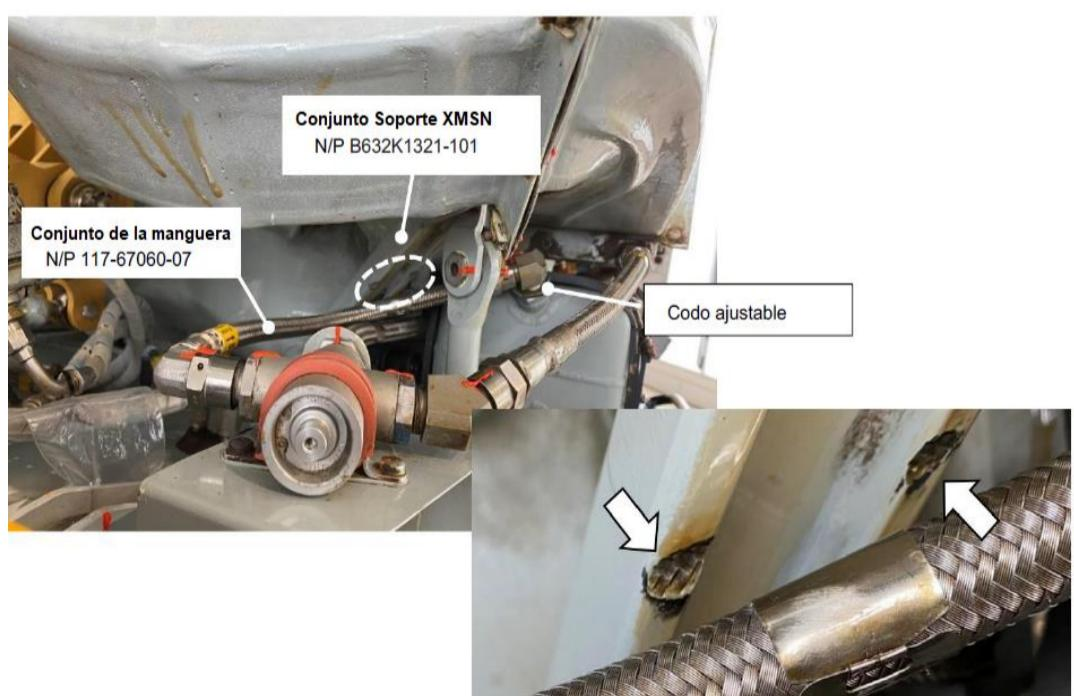

Figura 1: Daños en el conjunto de soporte del MGB
- En caso de duda sobre la interpretación y el análisis de estos fenómenos, puede ponerse en contacto con Airbus Helicopters (abriendo una solicitud técnica (TE) a través del sitio web de Airbusworld) que está a su disposición para cualquier ayuda que necesite.
**2. SIN N° 4008-S-71 Revisión 0 2024-06-04.** Airbus Helicopters fue informado sobre un caso en el que una manguera del sistema de refrigeración de aceite dañó el conjunto de soporte de la transmisión principal (ver Figura 1).
- Con esta Noticia informativa de seguridad, Airbus Helicopters hace referencia a la instalación del conjunto de manguera (1, Fig. 2) entre el codo (2) y la válvula de derivación térmica (3). Mientras lo hace, asegúrese de que el conjunto de manguera (1) no pueda entrar en contacto con el conjunto de soporte del MGB (ver Fig. 1). Esto incluye la posibilidad de que durante el funcionamiento el conjunto de manguera (1, Fig. 2) pueda oscilar o vibrar como se mostró en la figura 1. Por lo tanto, podría causar daños en el conjunto de soporte del MGB (consulte las marcas claras).